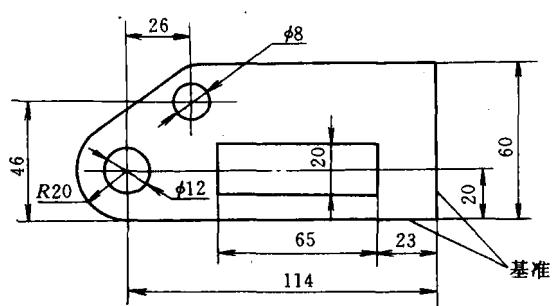

图2-13 以两个互相垂直的平面为基准
(1) 以两个互相垂直的平面（或线）为基准 如图2-13所示，该零件上的水平方向和垂直方向的尺寸，都是依照该零件的右侧面和下底面而确定的，所以，这两个互相垂直的平面就分别是每一方向的划线基准。